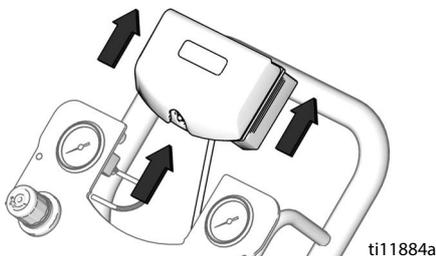

Рис. 11. Извлечение модуля DataTrak
3. Снимите модуль DataTrak с кронштейна. См. Рис. 11. Переместите модуль с прикрепленным кабелем во взрывобезопасную зону.